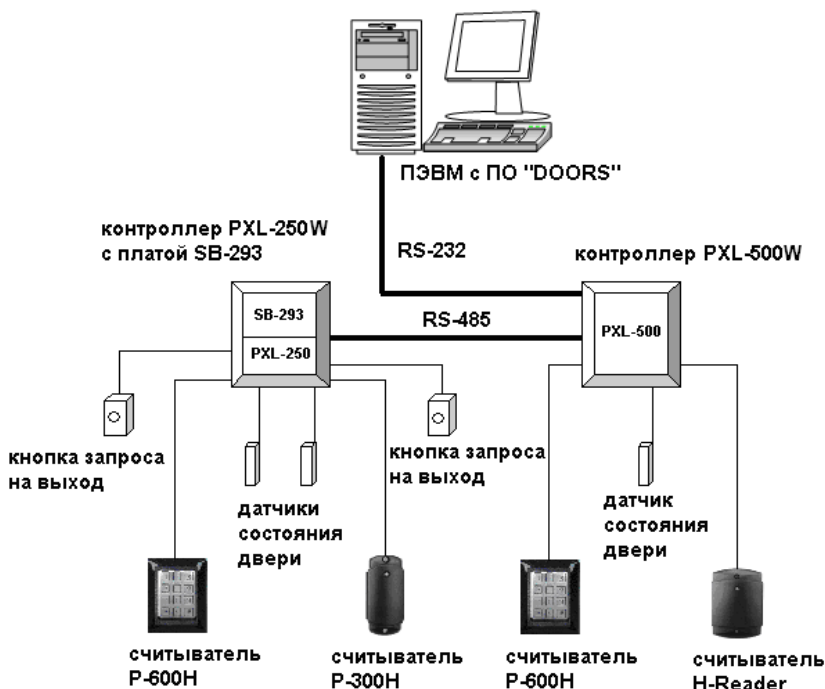

Рис. 2.1. Схема соединения устройств для изучения распределённой СУД
Схема соединения используемого в данной работе оборудования показана на рис. 2.1.
2. Провести подключение элементов лабораторного стенда в соответствии с рис. 2.1.